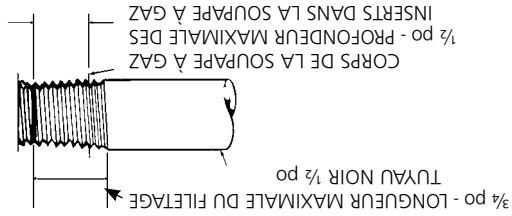

Figure 2. Exigences de la connexion de la soupape à gaz
- Les filets mâles sur la conduite qui doit être installée dans la soupape de gaz doivent répondre aux exigences de la figure 2. Des filets plus longs que ceux apparaissant dans la figure peuvent provoquer une distorsion ou une défaillance de la soupape à gaz.
<p>REMARQUE</p> <p>Le liant à joint d'étanchéité utilisé lors de l'assemblage de l'appareil de chauffage émet temporairement une odeur et/ou des vapeurs. Cette condition disparaît en 20 minutes approximativement et par conséquent ne se reproduit plus par la suite. Consultez le chapitre 9 sur la ventilation.</p>	<p>AVERTISSEMENT : Si le système de chauffage s'éteint, ne le rallumez pas tant qu'il n'y a pas d'air frais. Si le système de chauffage n'arrête pas de s'éteindre, faites-le réparer. Gardez le brûleur et la zone de commande propres. Ouvrez la porte pendant 5 minutes.</p> <p>Respectez les distances comme l'indique la figure 2 ou la plaque signalétique du système.</p> <ul style="list-style-type: none"> <li>NE JAMAIS UTILISER D'ALLUMETTE, NI AUCUN AUTRE TYPE DE FLAMME POUR EFFECTUER UN ESSAI DE FUITE.</li> <li>NE JAMAIS DÉPASSER 1/2 LB/POUCE CARRE (PSI) DE PRESSION D'ADMISSION AU SYSTÈME.</li> </ul>